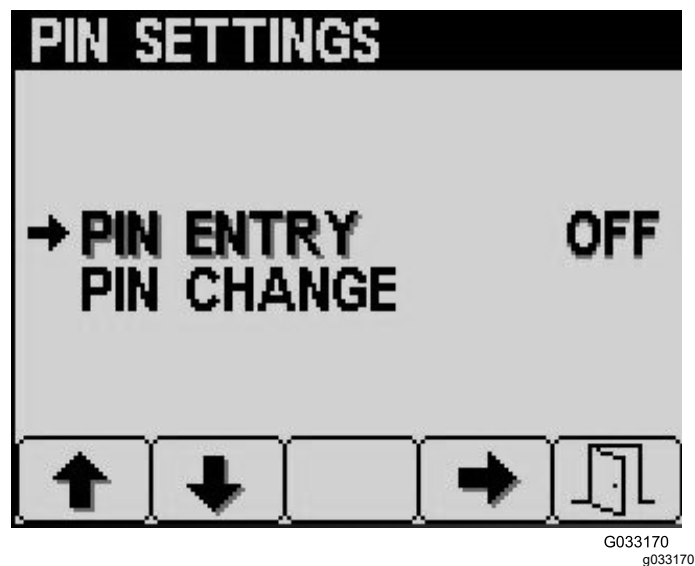

Figure 14
5. Appuyez sur le bouton 2 pour accéder à l'option PIN Change (modification du code PIN) de l'écran PIN Settings (réglages du code PIN), puis appuyez sur le bouton 4 pour sélectionner l'option PIN Change (Figure 14).